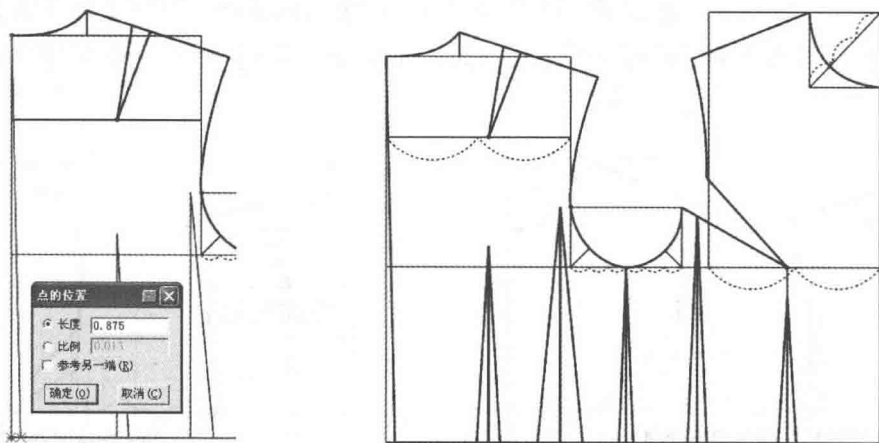

图4-29 画腰省步骤6
(6) 选择  【智能笔】工具在从后直开领端点开始画省线，与腰围线离后中 0.87cm (计算方法： $12.5\text{cm} \times 7\%$) 相连为后中省线 (图 4-29)。